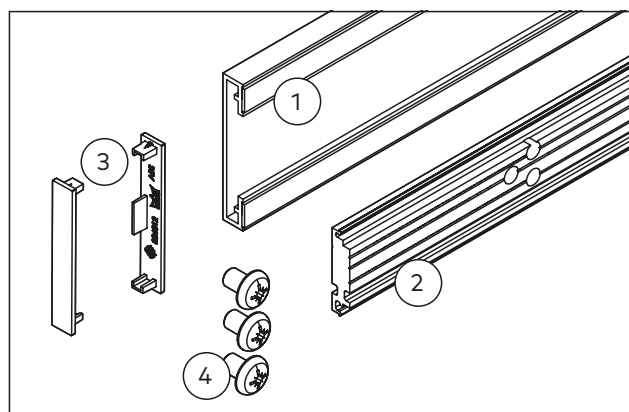

Abb. 3 Lieferumfang für die 12-mm-Zargenunterfütterung
- Gegenprofil mit Zwischenlagen (Abb. 3/1)
- Futterprofil (Abb. 3/2)
- 2 x Stirnabdeckungen für Gegenprofil (Abb. 3/3)
- 3 x Schrauben M8x12 (Abb. 3/4)